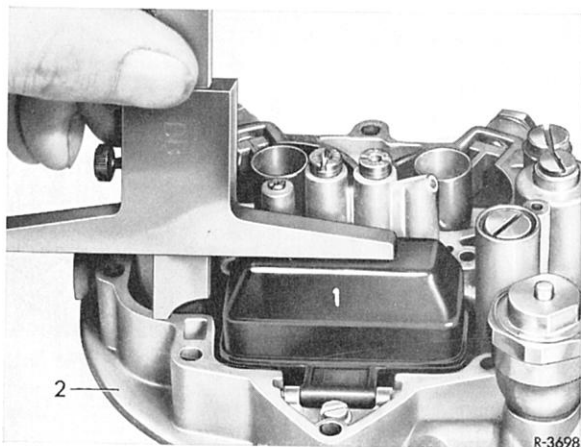

Bild 00-14/1
2 Abstand zwischen Trennfläche Platineblock (2) und Oberkante Schwimmer (1) messen (Bild 00-14/1).